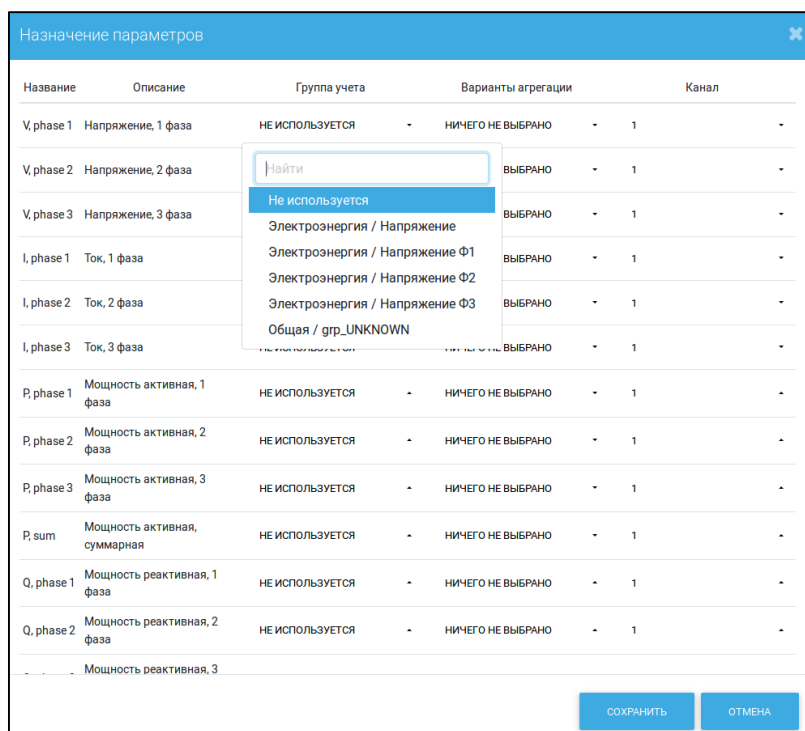

Рисунок 6 – Назначение параметров для дальнейшего отслеживания на платформе
- 9 В открывшемся окне выберите параметры, которые планируете отслеживать на платформе (см. рисунок 6). Для сохранения нажмите кнопку «Сохранить» и закройте окно.